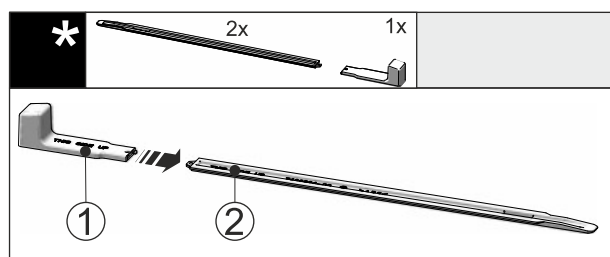

Fig. 47
▶ Uchwyt montażowy Fig. 47 (1) podłączyć do szyny niwelującej Fig. 47 (2).